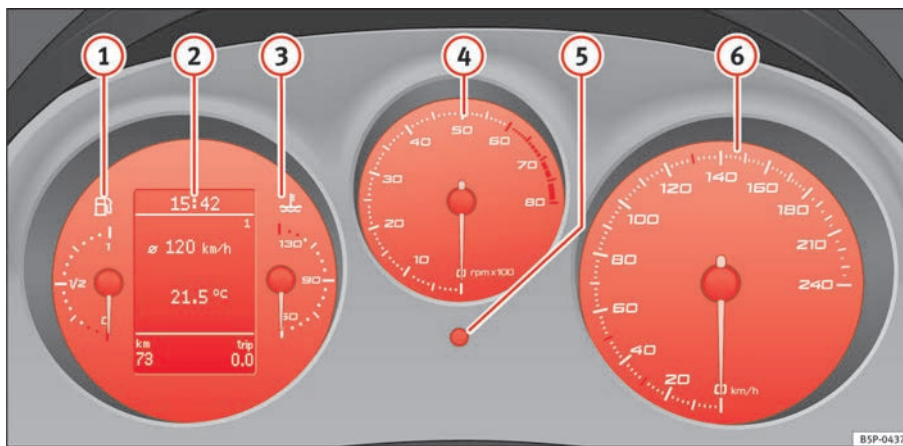

Abb. 32 Ausschnitt aus der Instrumententafel: Kombiinstrument
Der Beginn des roten Bereichs ⇒ Seite 57, Abb. 32 ④ weist auf die maximale Motordrehzahl bei Betriebstemperatur hin. Vor Erreichen dieses Bereiches sollte in den nächsthöheren Gang geschaltet oder die Wählhebelstellung D gewählt oder der Fuß vom Gaspedal genommen werden.
- Zur Einstellung der Stundenzahl den Einstellknopf ⇒ Seite 57, Abb. 32 ⑤ bis zum ersten „Klick“ nach rechts drehen. Die Stundenzahl blinkt auf. Zur Einstellung der Stundenzahl den Knopf drücken.
Das rechte Zählwerk registriert die Kurzstrecken. Die letzte Stelle steht für Strecken von 100 m. Der Kurzstreckenzähler kann auf Null gestellt werden, indem Sie den Rückstellknopf ⇒ Seite 57, Abb. 32 ⑥ ein paar Sekunden lang gedrückt halten.